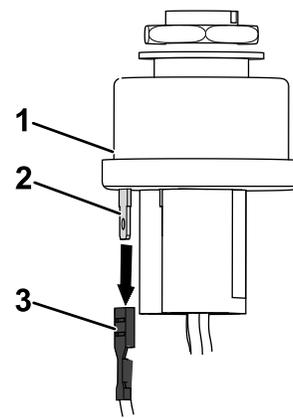

図 16
1. キースイッチの C 端子から、機体のワイヤハーネスのスピード端子を外す 図 16。